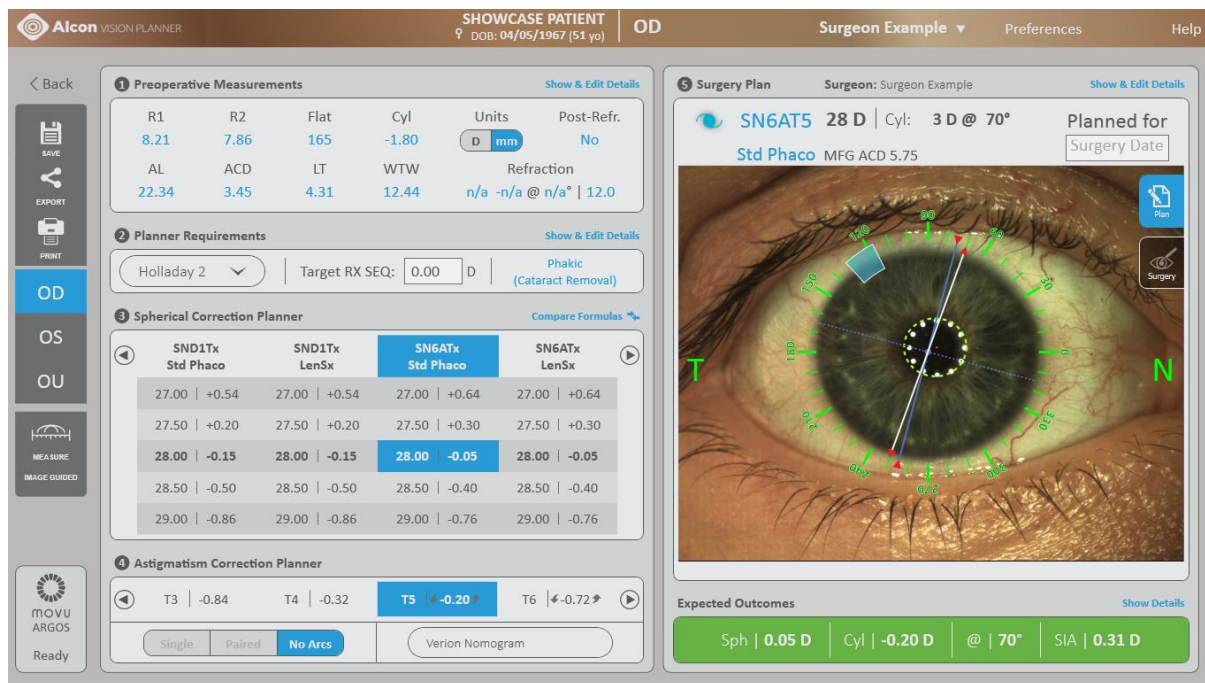

Рисунок 115 Результаты расчета линзы
В секции (2) «Требования планировщика» (рис. 115) имеется поле ввода значения целевой рефракции и выпадающие списки выбора формулы и номограммы.